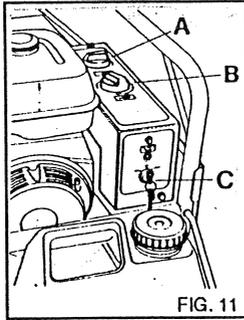

FIG. 11
#### SCHALTFELD (Abb. 11)
3) Den Benzinmotor anlassen (Fig. 11). Der Motor kann auch durch das selbstaufwickelnde Seil angelassen werden.
4) Für eine Reinigung mit Heisswasser den Temperaturreder auf den ausgewählten Wert drehen (Fig. 11).